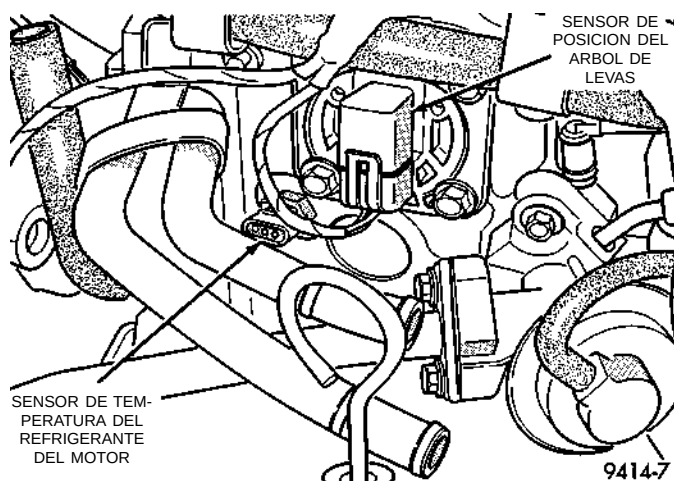

Fig. 15 Sensor de temperatura del refrigerante del motor
(1) Desconecte el sensor de temperatura del refrigerante (Fig. 15).
(2) Gire el interruptor de encendido a la posición ON. El indicador de temperatura debería estar en su